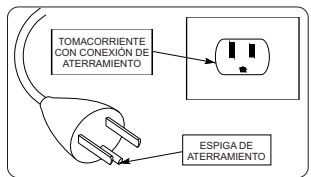

FIGURA 6 - CONEXIÓN DEL ENCHUFE (MS 3, MSV 6 y CSA 6,5)
- El ítem 16 para los modelos MS 3/30, CSA 6,5/30, MSV 6/30 y MSV 6/50 esta listo con espiga 2P+T (Figura 6), para los modelos MSV 12/175 y MSV 18/250 debe ser conectado a red eléctrica (llave de arranque y caja de fusibles) y los equipos MSV 18/250 (mercado Argentino), CSV 15/220, CSV 15/250, CSV 20/220 y CSV 20/250 son listos de fábrica con llave de arranque 21, para conectar a red eléctrica. El producto és suministrado de acuerdo con la norma eléctrica del país.